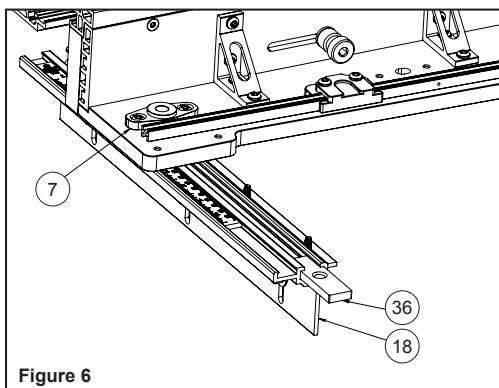

Figure 6
- Faites glisser l'écrou en T rectangulaire de $\frac{3}{4}$ " x 2- $\frac{1}{2}$ " (pièce #36) pour le bouton d'extension dans la fente en T. **Voir la figure 6.** Faites glisser l'écrou de serrage en T dans la rainure en T jusqu'à ce que le trou fileté s'aligne avec le trou du support de bouton (pièce #7). Répétez cette étape pour l'autre côté de la clôture.
- Desserrez les (4) vis torx à tête cylindrique large #10-24 X $\frac{1}{2}$ " (pièce #3) afin que les supports de bouton (pièce #7) puissent glisser.
- Une fois le guide centré et les boutons de serrage serrés; serrez les (4) vis torx à tête cylindrique large #10-24 X $\frac{1}{2}$ " (pièce #3). Répétez l'étape 6 pour les deux côtés du guide.